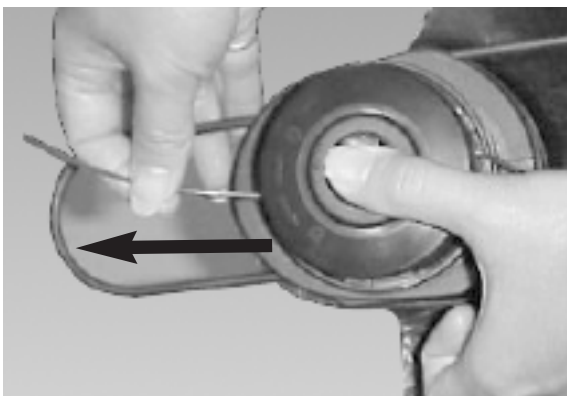

Fig. 29
9. Para probar si la línea está avanzando adecuadamente, presione el botón con su pulgar mientras jala la línea con sus dedos. La línea deberá avanzar libremente. (Fig. 29)